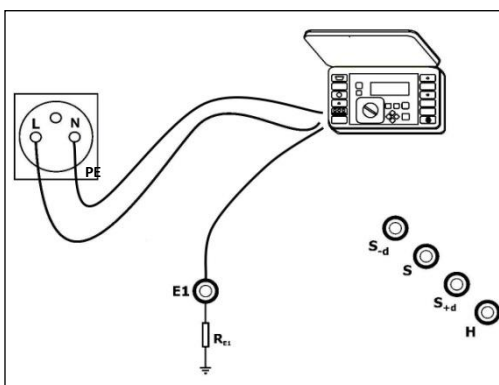

Рис.13 Подключение измерителя.
- подключить измеритель сопротивления петли короткого замыкания в соответствии с Рис.13;